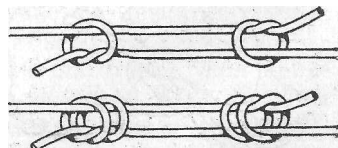

Рис. 61. Рыбацкий узел.
*Рыбацкий узел, английский узел.* Применяется для связывания тросов любого диаметра, включая самые толстые. Он состоит из двух простых узлов (рис. 61), которые крепят на соседних тросах. Узел очень надежный, но его трудно развязать, если он находился под нагрузкой. Этот узел более всего пригоден для связывания стропов во время кораблекрушения или аварии и в других подобных случаях, ко-
Для более толстых рыболовных линий эти узлы менее пригодны. Многонитевые линии можно также завязывать рыбацким узлом (см. рис. 61), который по необходимости можно сделать двойным, а также тройным. Применяются узлы, аналогичные показанным на рис. 31, б и 63. Конец линия надо обязательно оплавить, чтобы узел был надежнее и не полз.